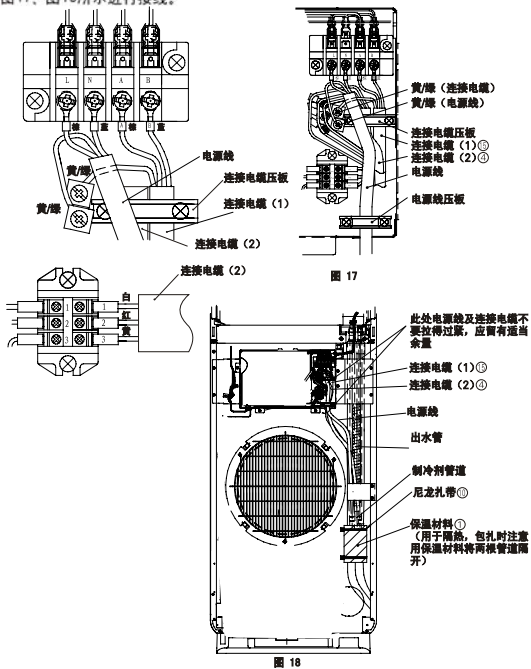

图 18
(2) 按图17、图18所示进行接线。
- (3) 必须将黄 / 绿芯线接至带有 “⊕” 标志的端子上。
- (4) 将电源线、连接电缆用电线压板压紧，以防止接线端子受力后脱落。
- (5) 将制冷剂管道用附件 ⑮ 尼龙扎带按图18要求扎起来。
- (6) 将电源线、连接电缆(1)、(2)从制冷剂管道外连接管通过的管道孔穿过，且如果从后板或左右侧板穿过,管道孔必须装上管道护孔环,以防电源线、连接电缆破损发生漏电危险。
- (7) 室内电源必须安装空气开关。